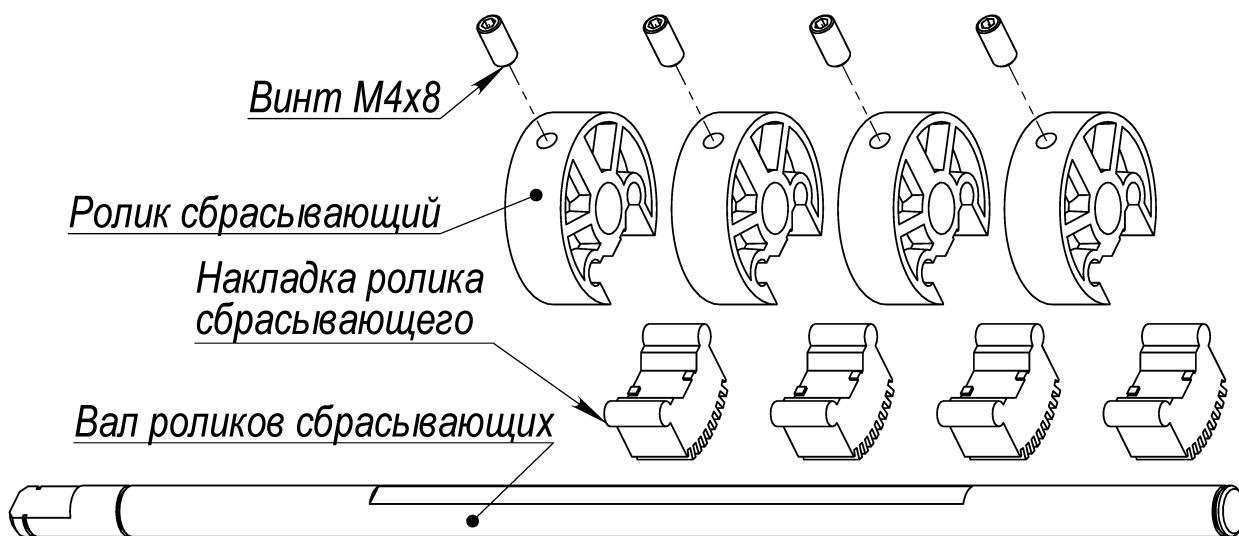

Рис. 79
8.23.1 Вывинтить 4 винта М4х8 N0005 крепления роликов сбрасывающих к валу, снять ролики, извлечь накладки роликов сбрасывающих (Рис. 79).